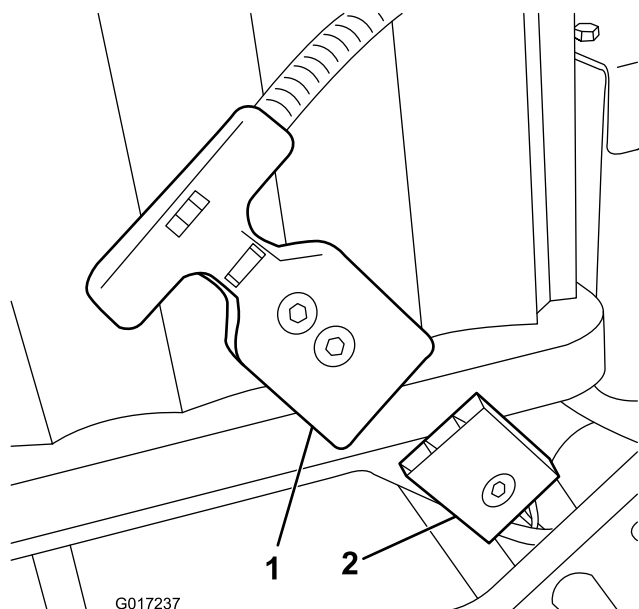

図 6
5. バッテリートレイに固定されているメインバッテリー・コネクタから、e-フレックスの T-字コネクタを引き抜く図 6。